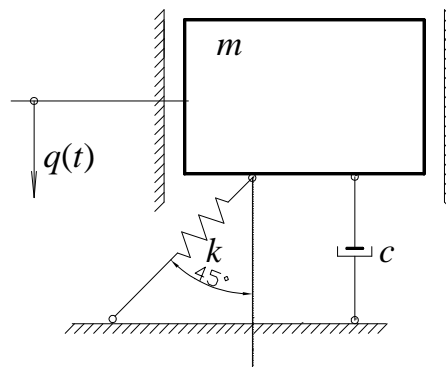

Rys. 6
9. Oblicz parametry układu o jednym dynamicznym stopniu swobody pokazanych na Rys.6: częstość, częstotliwość, okres drgań własnych nietłumionych i tłumionych; ułamek tłumienia krytycznego.